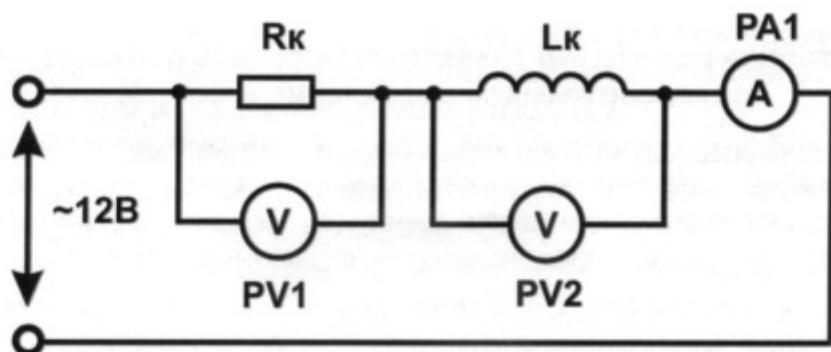

Рис. 3.1 Определение параметров элементов цепей переменного тока.
3.3 Собрать электрическую цепь для определения полного сопротивления Z_k катушки L_k (рис. 3.1). Предъявить схему для проверки преподавателю.